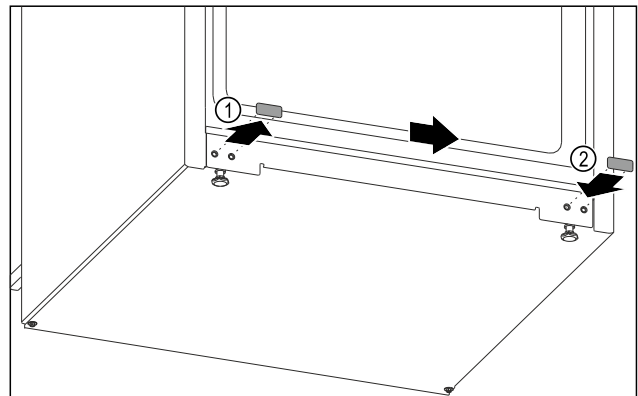

Fig. 10
- Retirer le cache de recouvrement. Fig. 10 (1)
- Placer le cache de recouvrement du côté opposé. Fig. 10 (2)